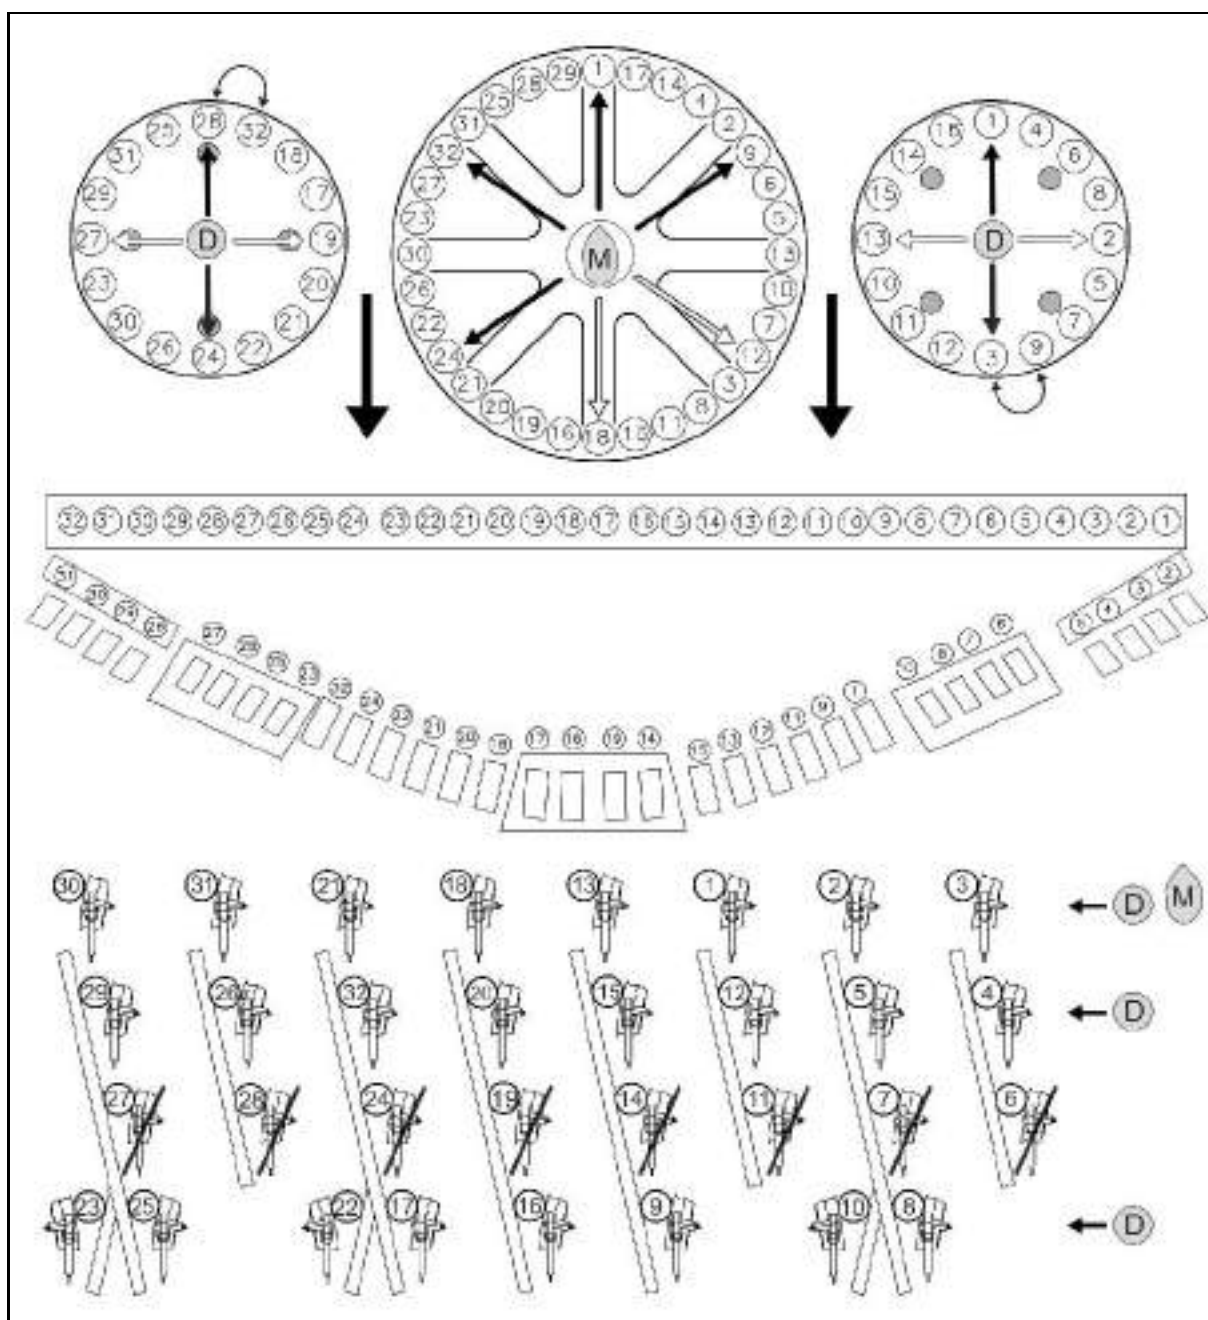

Рис. 45
- Кукуруза **M**: установите заглушки согласно Рис. 45.